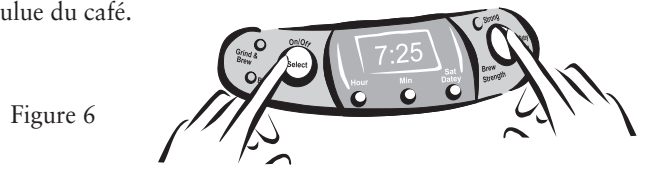

Figure 6
3. Appuyez sur le bouton DELAY BREW (infusion différée) jusqu'à ce qu'il clignote. Appuyez une fois sur SELECT, le témoin GRIND & BREW (moudre et infuser) s'allumera et le témoin DELAY BREW restera allumé, mais sans clignoter. La cafetière est ainsi réglée pour moudre et infuser à heure choisie. Figure 6. Choisissez alors la force voulue du café.